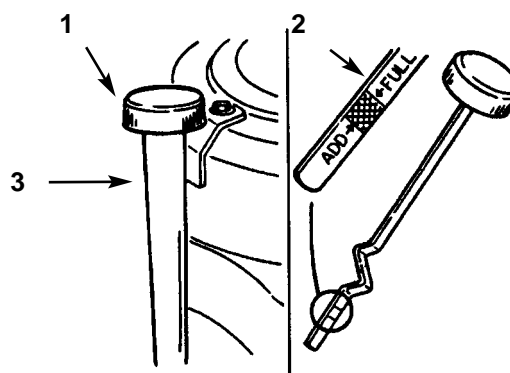

Fig. 20
4. Svitare l'asta di misurazione dell'olio e pulitene l'estremità di metallo (Fig. 20).
7. Versate lentamente nel tubo di riempimento (Fig. 20) circa l'80% del quantitativo di olio indicato. Ora verificate il livello; vedi *Verifica del livello dell'olio*. Rabboccate lentamente fino a raggiungere la tacca di pieno (FULL) sull'asta di livello.